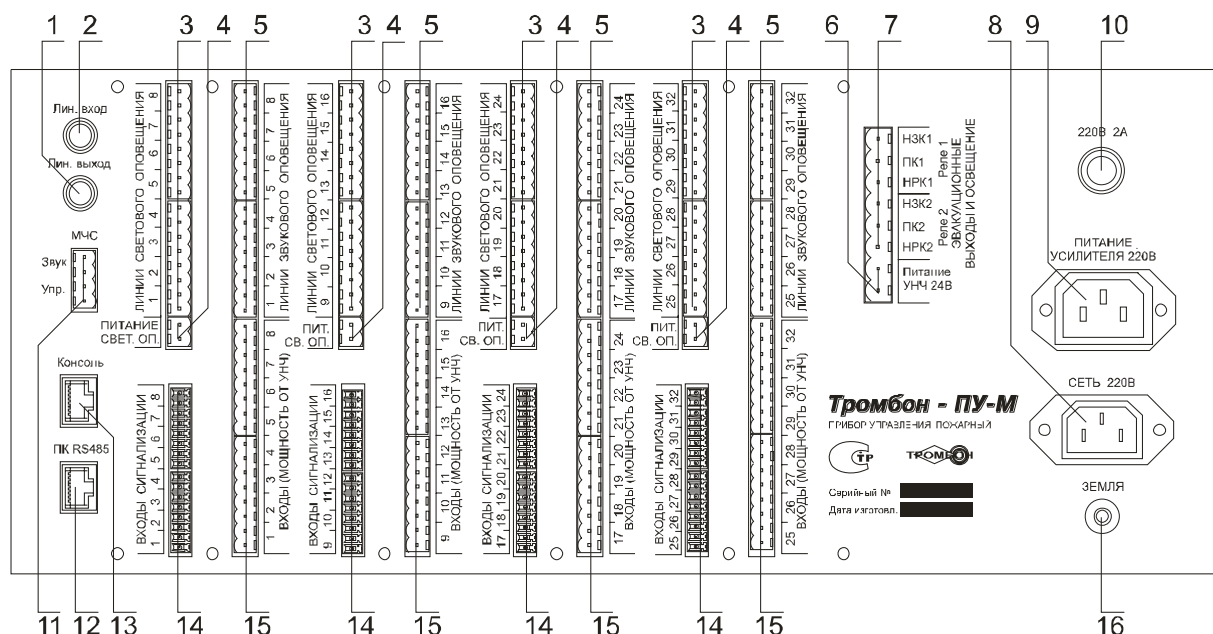

Рис. 2. Прибор управления пожарный, вид со стороны задней панели.
3.10.1. «Входы сигнализации» (рис. 2, поз. 14).
3.10.2. Вход «МЧС» (рис. 2, поз. 11).
3.10.3. Порт «ПК RS485» (рис. 2, поз. 12).
3.10.4. Порт «Консоль» (рис. 2, поз. 13).
3.10.5. Разъем «Линейный вход» (рис. 2, поз. 2).
3.10.6. Разъем «Питание св. оп.» (питание линий светового оповещения) (рис. 2, поз.4).
3.10.7. Разъем «Сеть 220В» (рис. 2, поз 8).
3.10.8. Разъем «Входы (мощность от УНЧ)» (рис. 2, поз.15).
3.11.1. Разъем «Линейный выход» (рис. 2, поз. 1).
3.11.2. Разъемы «Линии светового оповещения» (рис. 2, поз. 3).
3.11.3. Разъем «Линии звукового оповещения» (рис. 2, поз. 5).
3.11.4. Разъем «Питание УНЧ 24В» (рис. 2, поз. 6).
3.11.5. Разъем «Эвакуационные выходы и освещение» (рис. 2, поз. 7).
3.11.6. Разъем «Питание усилителя 220В» (рис. 2, поз. 9).